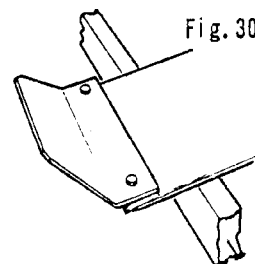

Fig. 30
- Monter, s'il y a lieu, les cales fixes (fig. 30).